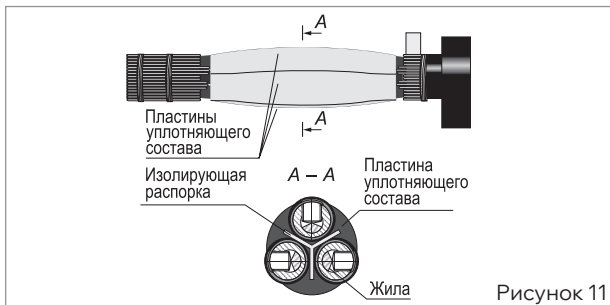

Рисунок 11
■ Расположить между жилами кабелей пластины уплотняющего состава (призмы), предварительно сняв с них бумагу. Пластины уплотняющего состава должны располагаться большей стороной наружу. Руками утрамбовать пластины между жилами и распоркой. Допускается подогрев пластин уплотняющего состава и распорки горелкой (рис. 11).